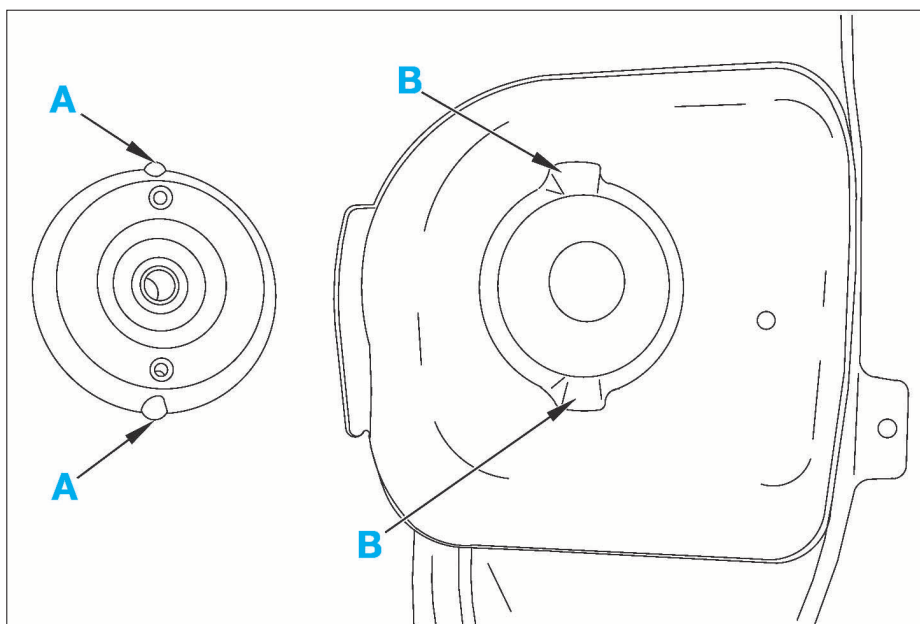

FIG. 12
- Positionner les bossages "A" du support d'amortisseur dans les emboutis "B" du passage de roue (Fig.12).